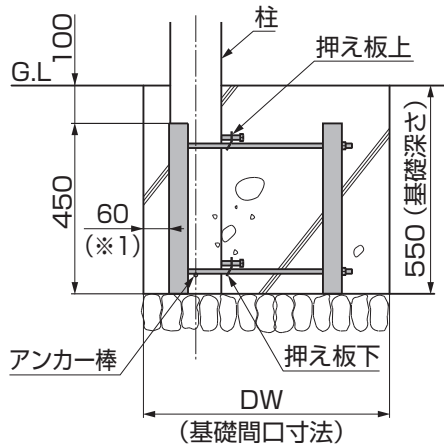

図1-3
- 躯体すき間ふさぎ材付きの場合、「2 基本寸法と各部名称 1. 各部名称 図1-3」で示す寸法関係になるよう柱を建ててください。（※1）